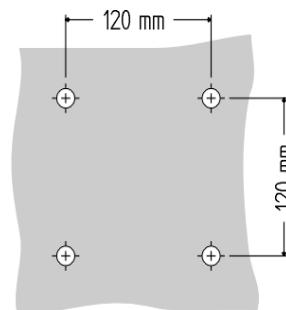

Fig. 8
- Percer sur le mur 4 trous ø8, d'une profondeur de 45mm, comme indiqué sur la Fig. 8;